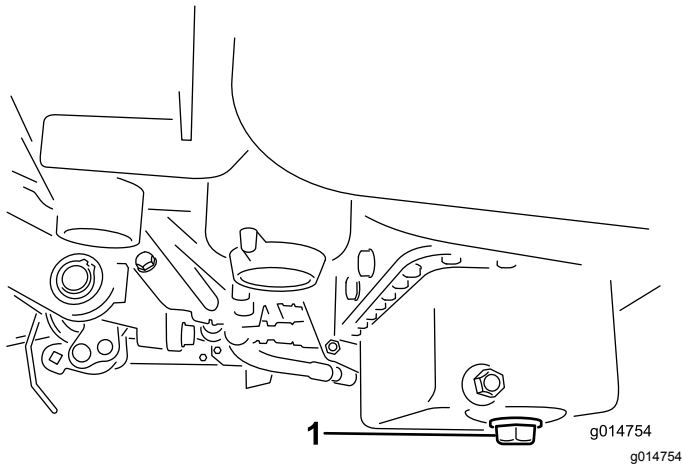

図 26
- ドレンプラグを外してオイルを容器に受ける。オイルが抜けたらドレンプラグを取り付ける 図 26。